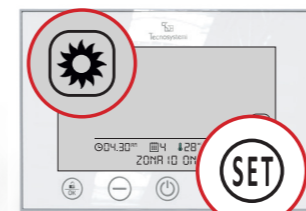

Fig. 11
**5.3 Riscaldamento** . Con crono master sbloccato, entrare in modalità setting e mediante il tasto scegliere il simbolo e confermare con il tasto . Se il sistema prevede il protocollo di comunicazione IR ed è attivo il Telecomando IR, verificare il lampeggio del valore 23 al centro del display LCD (Fig. 11).